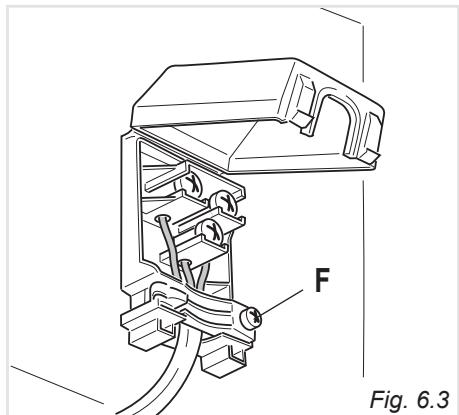

Fig. 6.3
- Aprire il fissacavo svitando la vite "F" (fig. 6.3), svitare le viti dei morsetti e togliere il cavo.